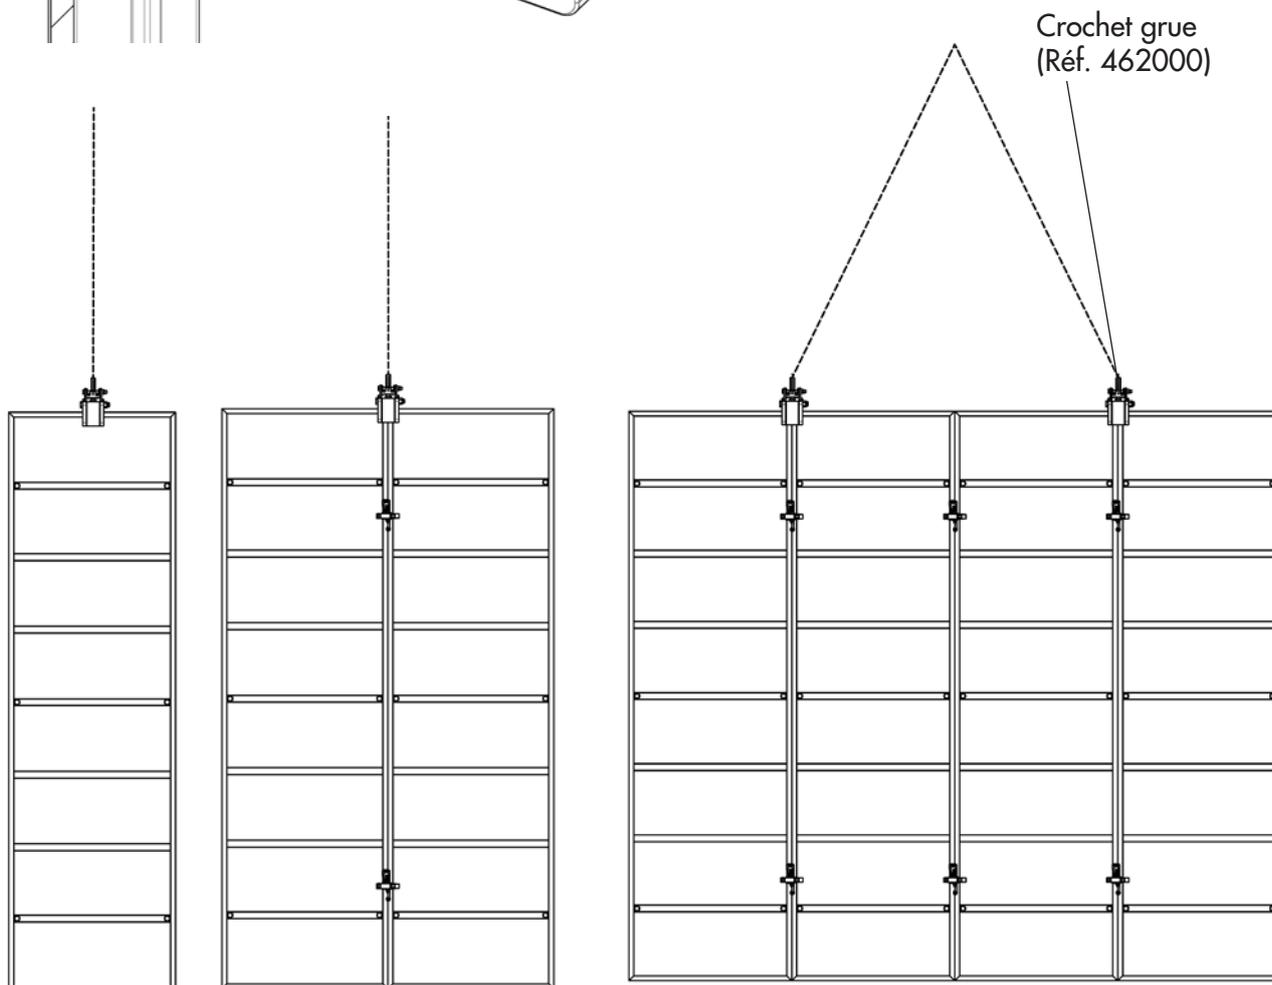

Fig. 54 :
- Pour un module, fixer le crochet grue au milieu de la face avant. (figure 54).